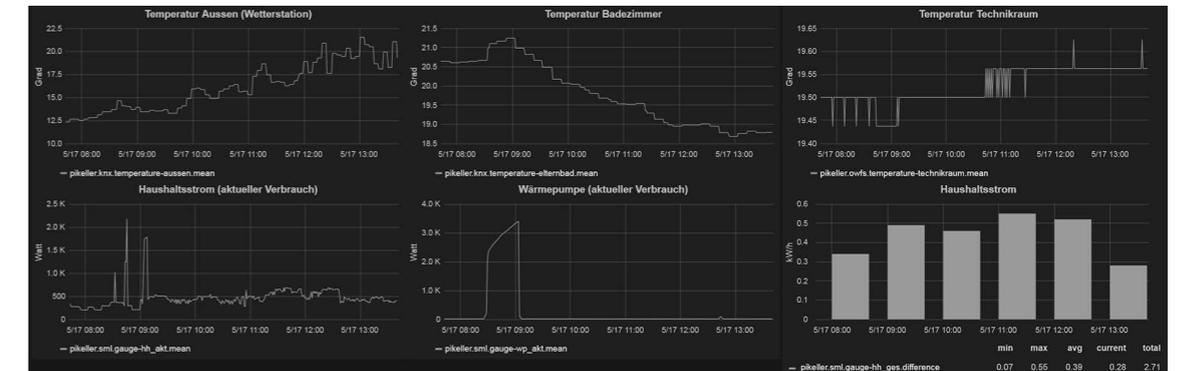

Abbildung 3.7 Smart Metering von Temperatur und Stromverbrauch
- ▶ Smart-Metering-Daten (Haushaltsstrom, Fotovoltaikanlage usw.) lassen sich auswerten, aufbereiten und in einer Visualisierung präsentieren (siehe Abbildung 3.7).